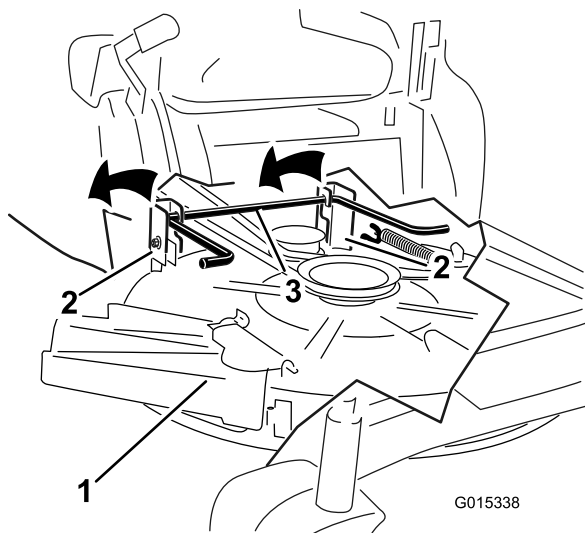

Figura 55
7. Levante a plataforma de corte e os suportes de suspensão afastando da haste de elevação traseira e baixe o cortador cuidadosamente até ao chão (Figura 55).
- Levante parte de trás da plataforma de corte e oriente os suportes de suspensão por cima da haste de elevação traseira (Figura 55).